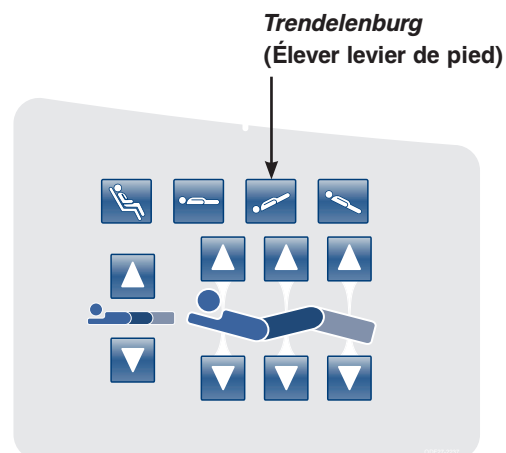

Figure 14 : Panneau de contrôle de côté de lit de tête
12. Placez le lit à +12° d'inclinaison *Trendelenburg* en appuyant sur le bouton «*Trendelenburg* (Élever pied du lit)» tel qu'illustré à la Figure 14. À l'aide de l'inclinomètre utilisé précédemment sur le châssis de sommier à l'étape 9, vérifiez que le degré d'inclinaison est bien 12° +/- 0.1°.